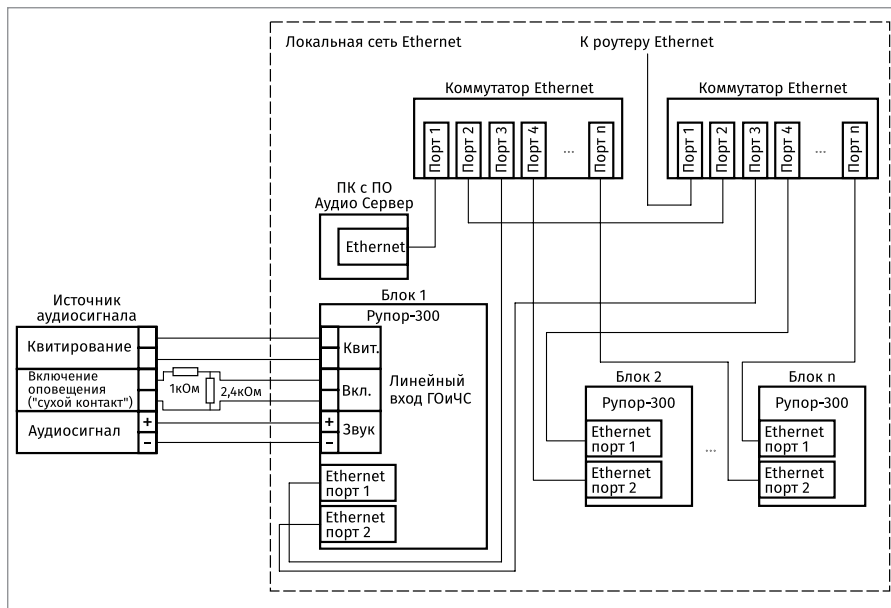

Рисунок 9. Схема подключения модуля Рупор-300 к Рупор-АР
2. Линейный вход ГОиЧС предназначен для приема внешнего сигнала оповещения о чрезвычайных ситуациях, рассчитан на подключение слаботочного источника звукового сигнала с линейным звуковым выходом и предполагает его размещение вблизи блока Рупор-300. По сравнению со вторым линейным входом он имеет дополнительные функции: обеспечивается контроль целостности линии сигнала запуска оповещения (подключается к контактам «Вкл») и подтверждение получения этого сигнала (подключается к контактам «Квитирование»). Схема подключения входа приведена далее Рисунок 9. Резисторы в цепи сигнала запуска оповещения должны располагаться максимально близко к контактам источника сигнала. Отклонение номинала резисторов не должно превышать $\pm 10\%$.